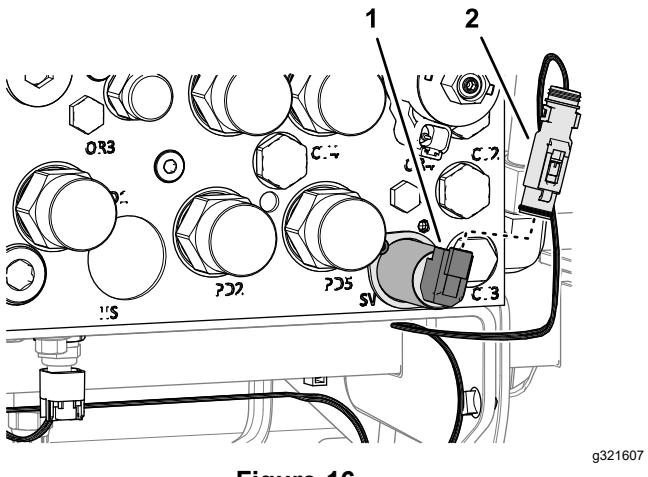

Figure 16
1. Débranchez le connecteur à 2 douilles du faisceau de la machine étiqueté TRACTION MOW/TRANSPORT du connecteur à 2 broches de l'électrovanne dans l'orifice SV du collecteur de déplacement (Figure 16).